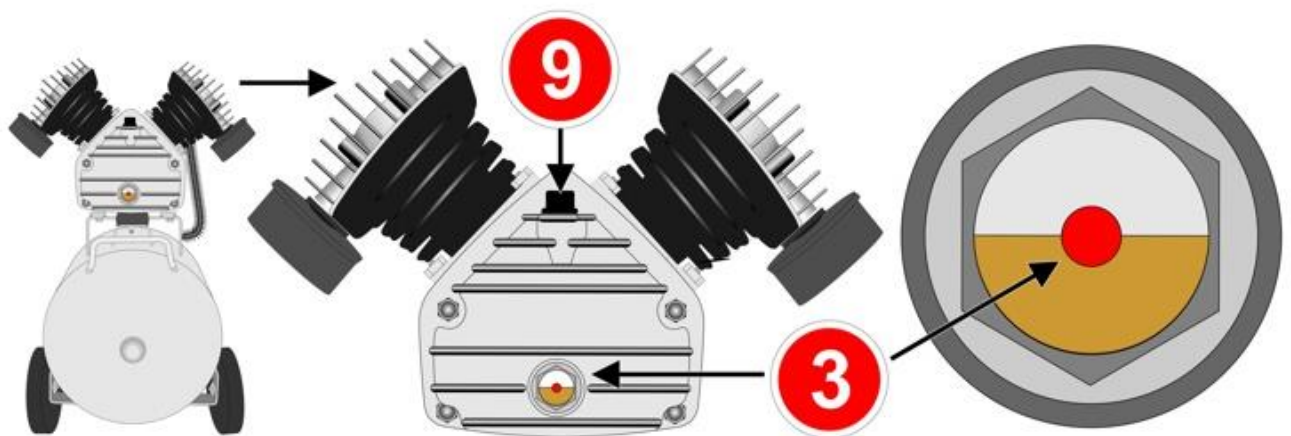

Bild 4
- Entfernen Sie den Plastikverschluß der Öleinfüllöffnung (9) an der Oberseite des Kurbelgehäuses.
- Füllen Sie ein Schmieröl nach Maßgabe des Herstellers (siehe Seite 5, „Herstellerempfehlung zur Viskosität des verwendeten Schmieröls“) in das Kurbelgehäuse ein, bis der Pegel des Öls sich in der Mitte des roten Kreises im Sichtglas (Bild 4, Nr. 3) befindet.